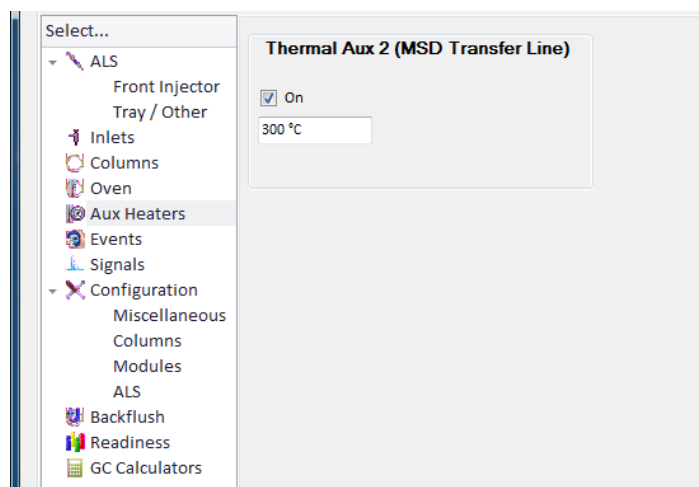

Figura 35. Parámetros de la línea de transferencia.
8.6.8 Parámetros de la línea de transferencia. Como se está trabajando con el detector selectivo de masas, se debe establecer la temperatura de la línea de transferencia del acople del GC al MSD. En el menú del panel de navegación izquierdo seleccionar el ícono del **Aux Heaters**. En el campo del **Thermal Aux 2 (MSD Transfer Line)**, activar el calentamiento dando *click* en **On** y establecer la temperatura en °C como se muestra en la **Figura 35**. La temperatura de la línea de transferencia o interface debe ser lo suficientemente alta para mantener la muestra vaporizada, pero no puede superar la temperatura máxima permitida para la columna. Al finalizar guarde los cambios en **Method > Save**. Luego proceda a establecer los parámetros de adquisición del espectrómetro de masas.